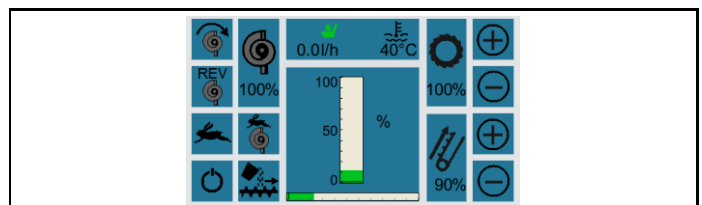

Abb. 5-36: Grundbild Laden
1. Wahlschalter (2) in Position "1" (Laden) stellen.
→ Es erscheint das Grundbild "Laden" (Abb. 5-36) auf dem Info- und Bedienterminal (1).
2. Über den Handgashebel (3) eine Motordrehzahl zwischen 800 - 1800 U/min für den Dieselmotor einstellen.